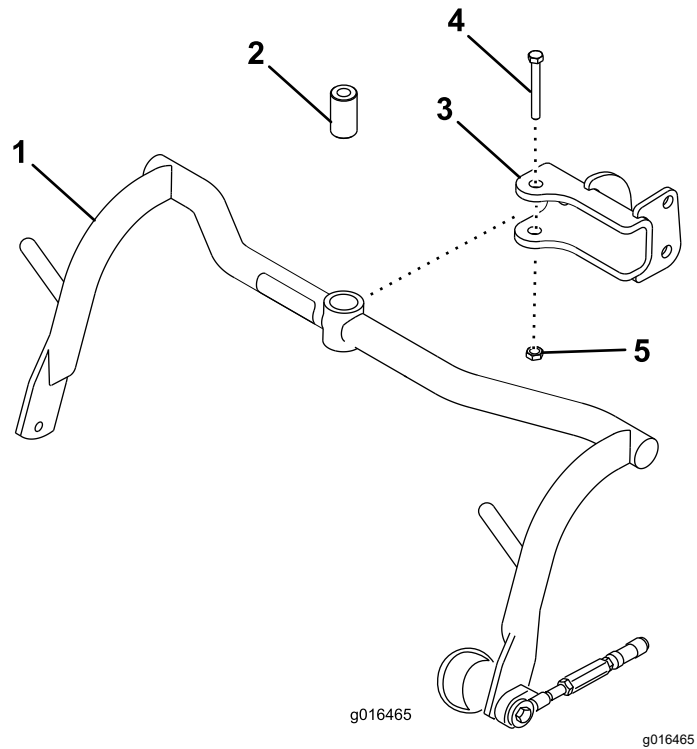

図 6
- 各クレビスにキャリアフレームを取りつけるスペーサ、ボルト  $\frac{1}{2} \times 3\frac{1}{4}$ "、ロックナット  $\frac{1}{2}$ "を使用する 図 6。91-113 N·m/9.3-11.3 kg·m = 67-83 ft·lb にトルク締めする。